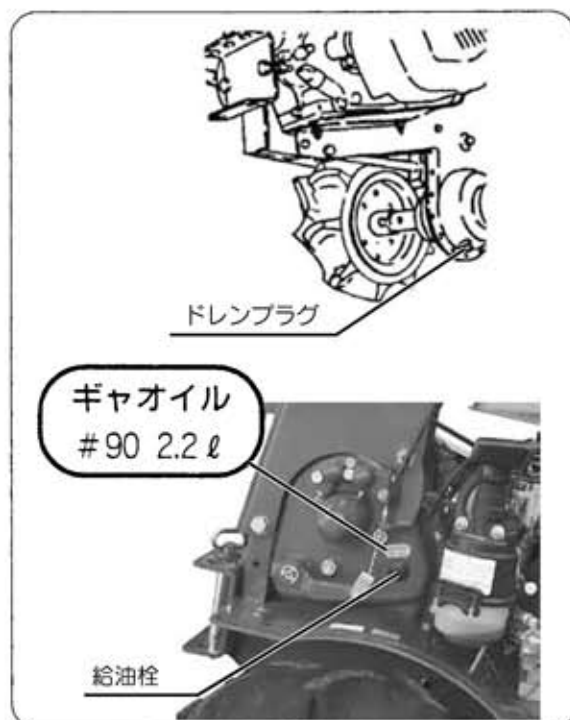

図31
- ① ドレンプラグを外して、汚れたオイルを流し出してください。(エンジンが暖かい内に抜取るとオイルが抜けやすくなります)
- ② エンジンクランク室の給油口のオイルゲージを外してください。
- ③ 汚れたオイルが完全に無くなったら、ドレンプラグを確実に締付けてください。
- ④ エンジンを水平にしてください。
- ⑤ エンジンオイルを給油口からゆっくりと流し込んでください。
- ⑥ ときどき給油口にオイルゲージをねじ込まずに差込んで、オイルの量を確認してください。オイルゲージのFレベル(正規上面レベル)までオイルを注入してください。
- ⑦ オイルゲージを確実に締付けてください。
(3) ミッションオイルの交換 (図31)